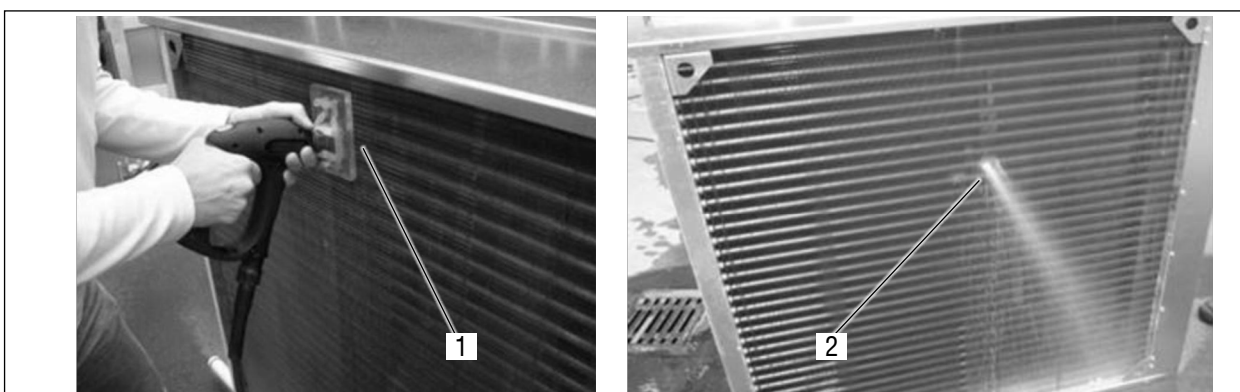

Fig. 55 Metoda multi-jet THD
- În cadrul verificării conformității cu normele de igienă pentru aparatele de ventilație AL-KO, Institutul pentru igiena aerului Berlin a demonstrat eficiența curățării elementelor schimbătoarelor de căldură AL-KO THERM cu ajutorul metodei multi-jet THD (vezi Fig. 55 Metoda multi-jet THD).